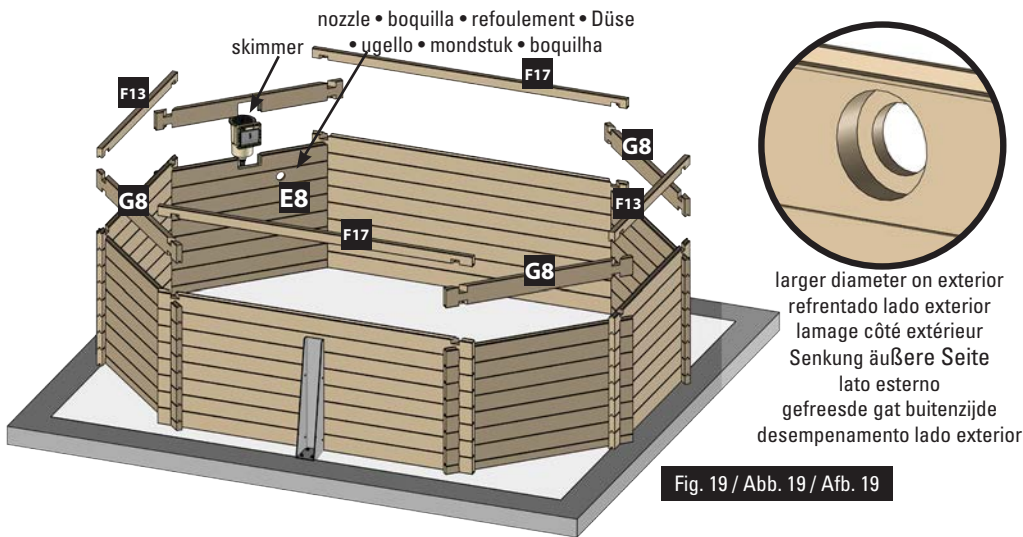

Fig. 19 / Abb. 19 / Afb. 19
- EN Skimmer:** • Place the specific boards of the skimmer facing the prevailing winds. Boards (C8) and (D8) will always be placed over a panel starting by board (B8) (figure 19). • The skimmer will not be stable until the pool is filled. *The skimmer (with its flap) is fitted as the same time as the finishing board.*
- FR Skimmer:** • Placez les madriers spécifiques au skimmer face aux vents dominants. Les madriers (C8) et (D8) se positionnent toujours sur un pan commençant par un madrier (B8) (figure 19). • Tant que le bassin n'est pas rempli, le skimmer ne sera pas stable. *Le skimmer (avec son volet) s'emboîte en même temps que le madrier de finition.*
- NL Skimmer:** • Plaats de planken die specifiek voor de skimmer zijn met het gezicht op de overheersende windrichting. De planken (C8) en (D8) worden altijd op een paneel geplaatst en er wordt begonnen met plank (B8) (afbeelding 19). • Zolang het zwembad niet is gevuld, zal de skimmer niet stabiel zijn. *De skimmer (samen met zijn afsluiter) wordt op het zelfde moment ertussen gezet als de plank voor de afwerking.*